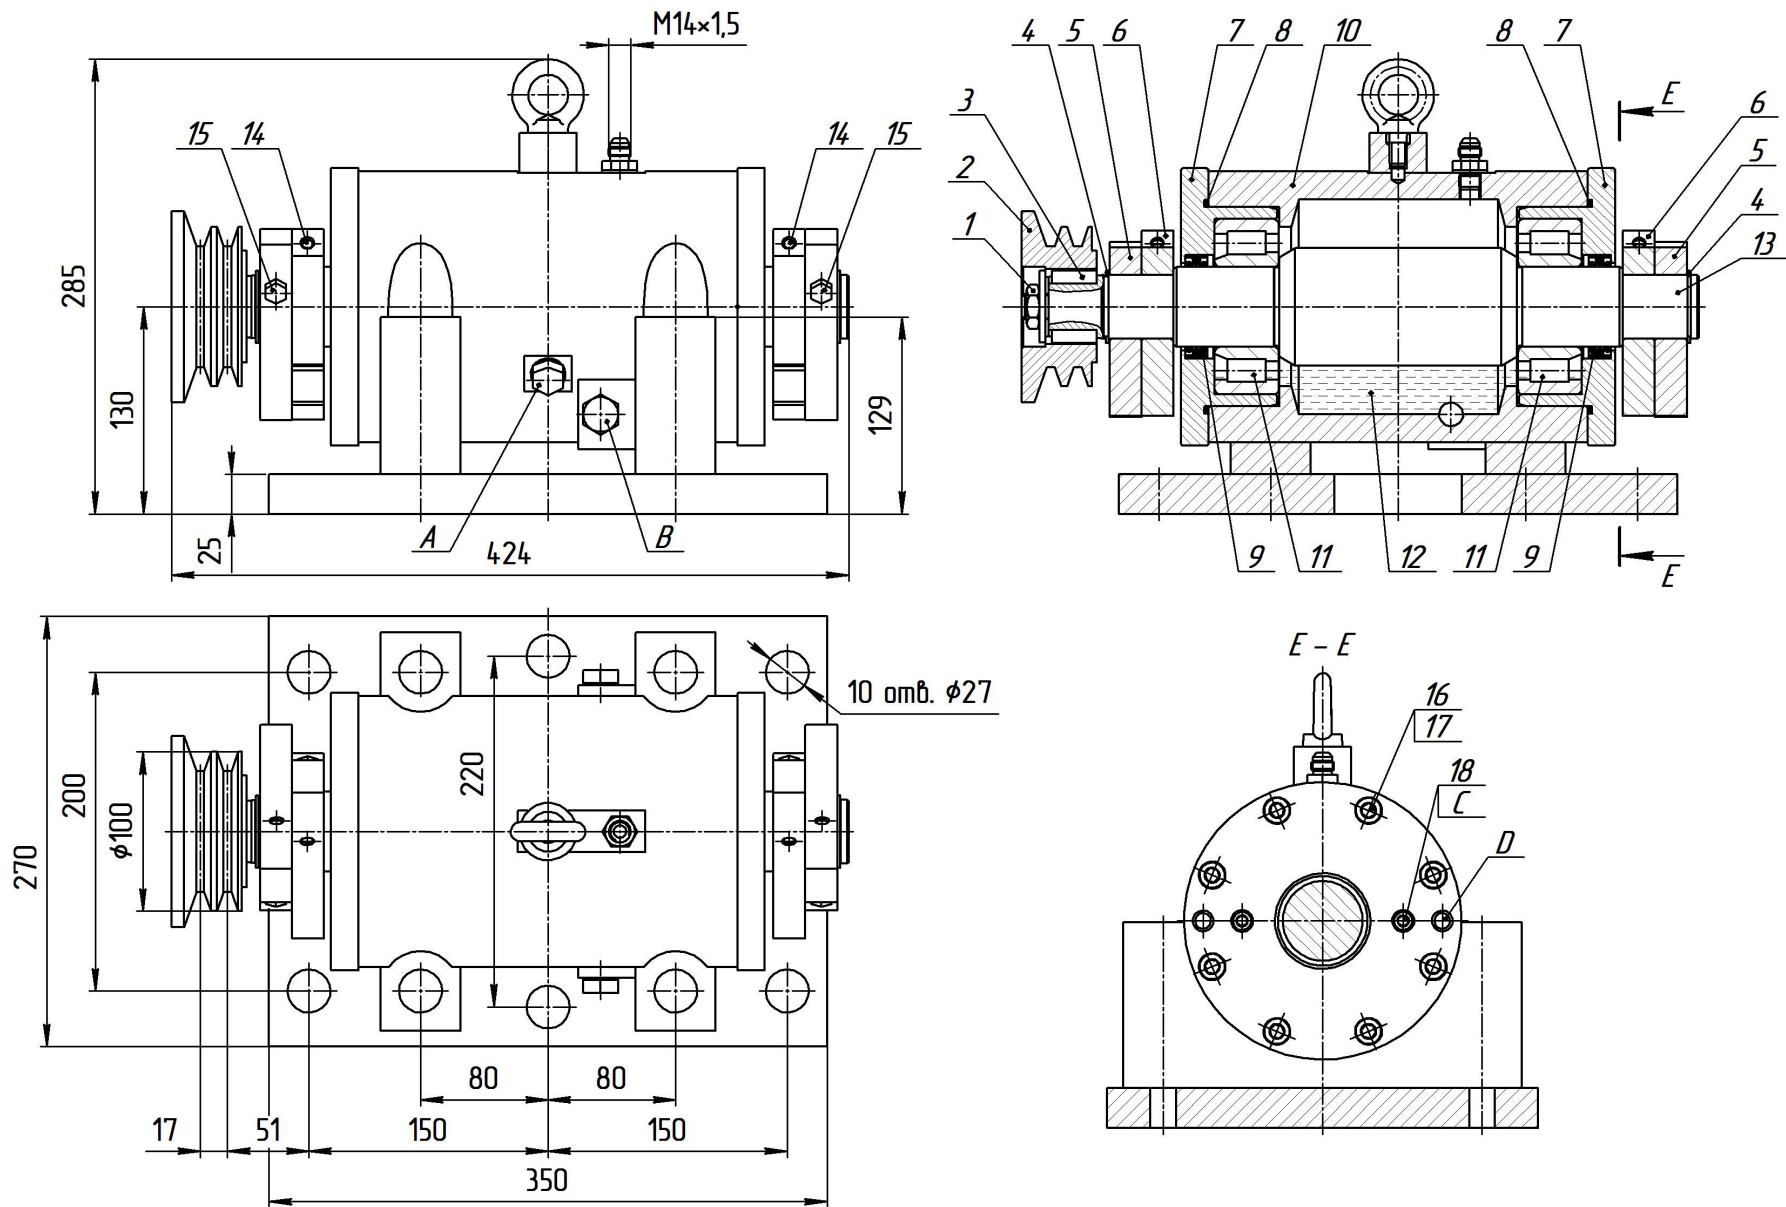

Рисунок 1. Вибратор ЭВ-422:
3. До начала работы установите регулируемые дебалансы вибратора в положение, соответствующее выбранному статическому моменту согласно *рисунку 2* и *таблице 2*, для чего следует ослабить болты (*рисунок 1*, поз. 15), установить регулируемые дебалансы (поз. 5) в соответствии с требуемым значением вынуждающей силы, и снова затянуть болты фиксации дебалансов.
2. Слить масло (поз. 12 *рисунок 1*) через сливное отверстие (поз. В).